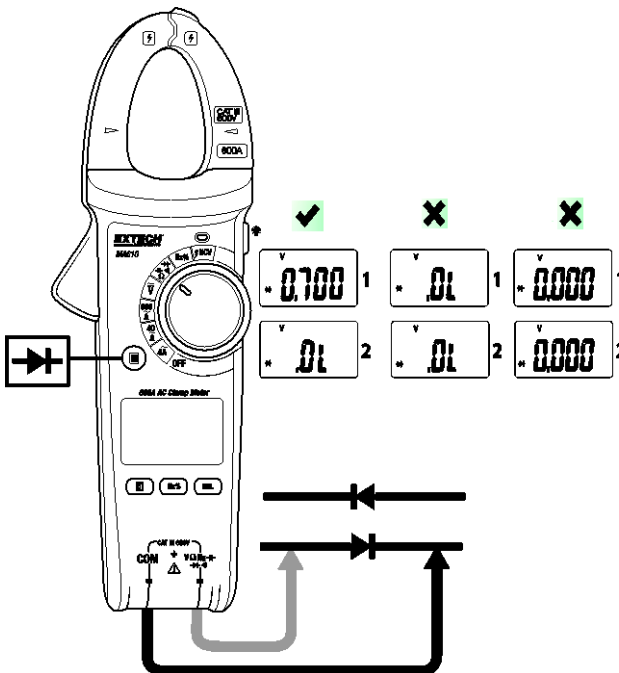

Bild 8 – Diodentest
3. Stecken Sie den schwarzen Bananenstecker in die negative (COM) Buchse und den roten Bananenstecker in die rote (V) Buchse. Siehe Bild 8.